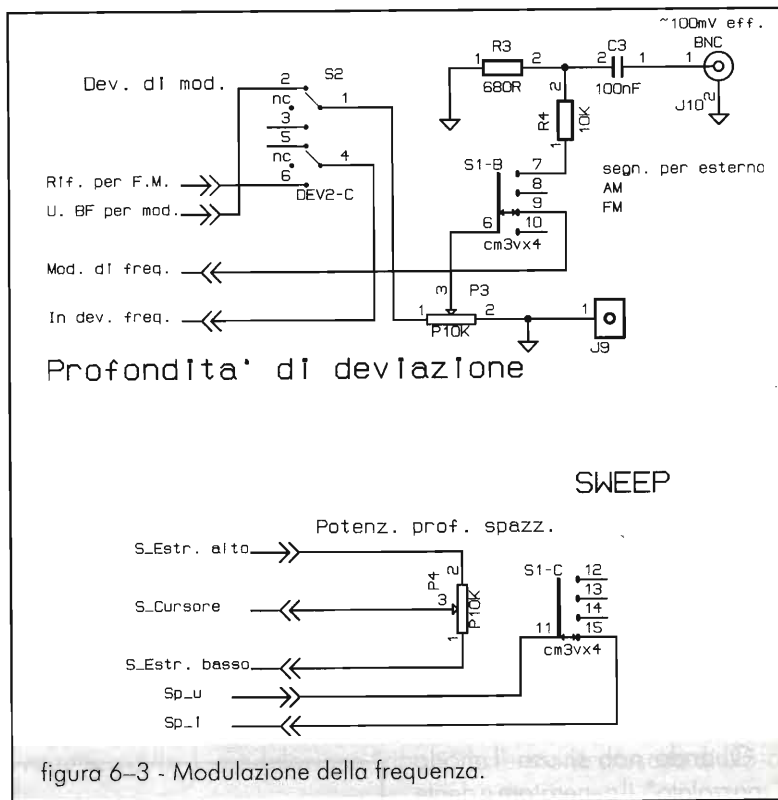

figura 6-3 - Modulazione della frequenza.
Non importa su quale frequenza o gamma ci troviamo. Modo operativo: modulazione di frequenza; commutatore S1 di figura 6-3 su FM.
- d Inseriamo in R37 la componente continua generata da Q3 (deviatore S2 di figura 6-3 su posizione inferiore a schema).
- c Mettere S2 a pannello sulla "modulazione nulla": posizione centrale di schema a figura 6-3 e notare che la frequenza segnata al frequenzimetro sia quella voluta (es.: 10.7MHz)
Ogni valore inferiore lo otteniamo ruotando proporzionalmente il potenziometro di modulazione, P1 di figura 6-3, (es.: a fondo scala, potenziometro su "10" = 130kHz, col potenziometro P1 di figura 6-3 alla posizione "2" = 26kHz [  $0.2 \times 130 = 26$  ] .